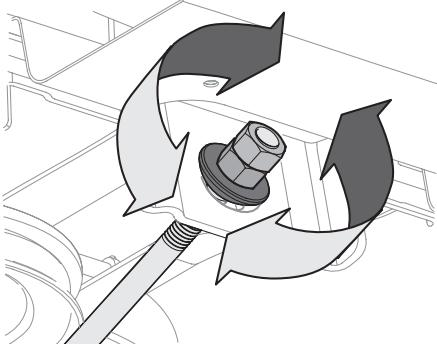

Figura 29
4. Para **elevar** el frente de la plataforma, afloje la tuerca exterior y luego apriete (rosca hacia adentro) la tuerca interior contra el soporte de suspensión delantera. Consulte la Figura 29. Cuando se logre el torque correcto, vuelva a apretar la tuerca exterior hasta 25-30 pies-libras (34-41 N·m).
5. Para **bajar** el frente de la plataforma, afloje la tuerca exterior y luego afloje (rosca hacia afuera) la tuerca interior, alejándola del soporte de suspensión delantera. Consulte la Figura 29. Cuando se logra el ajuste correcto, vuelva a apretar la tuerca exterior.